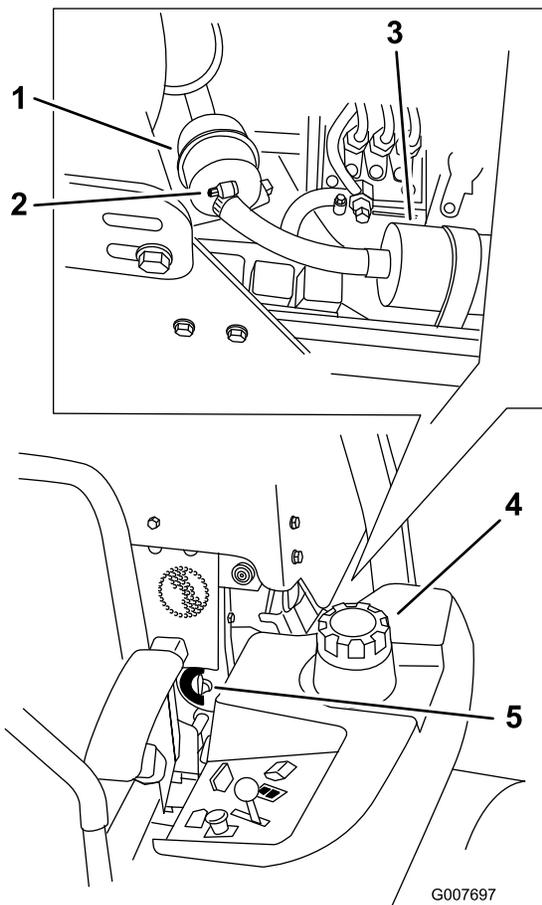

Figura 46
4. Cierre la válvula de cierre de combustible (Figura 46).
5. Afloje las dos abrazaderas y desconecte los tubos de combustible del filtro de combustible (Figura 46).
6. Instale un filtro nuevo. Conecte los tubos de combustible al filtro de combustible y instale las dos abrazaderas (Figura 46).